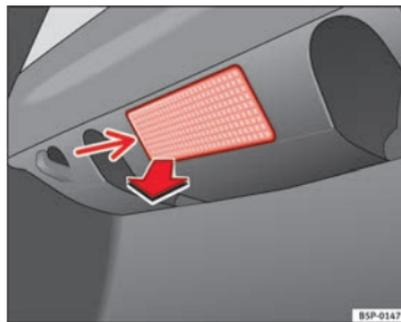

Fig. 157 Éclairage du coffre à bagages
- Retirez la tulipe en faisant pression sur le rebord de la partie intérieure de celle-ci -flèche- à l'aide d'un tournevis plat ⇒ fig. 157. ▶